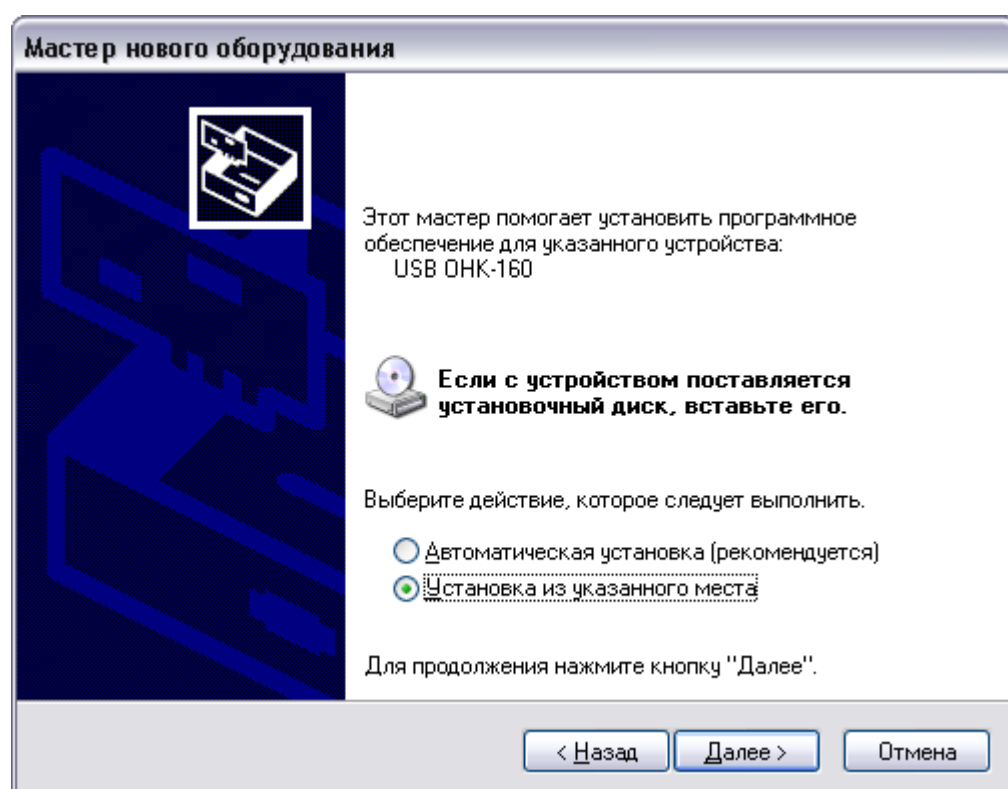

Рисунок 11.
6. Выбрать пункт «Установка из указанного места» (Рисунок 11) и нажать кнопку «Далее».